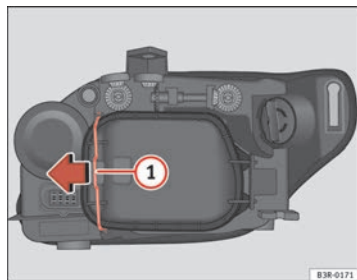

Fig. 208 Luz de cruce
Aunque no es necesario, extraer previamente la tapa rígida ⇒ página 286, fig. 208, facilita el cambio de la lámpara de dirección. ■
- Desplace el tirante ⇒ fig. 208 ① en el sentido de la flecha y saque la tapa rígida separando primero el lado del tirante y sacando después las dos pestañas del extremo contrario de la tapa.